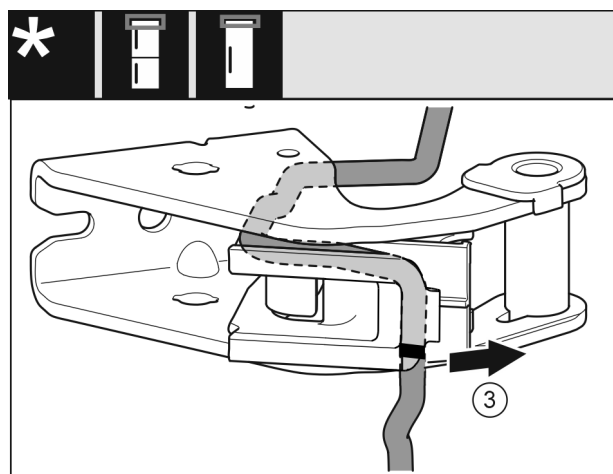

Fig. 18
- ▶ Smontare il cavo con il supporto del cavo dal blocco di supporto. Fig. 18 (3)